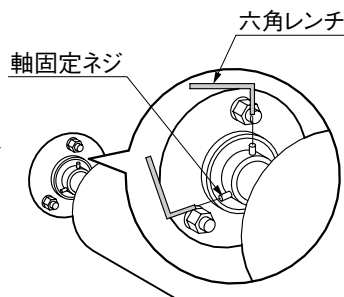

図3-5
- ⑥ 軸受けの「軸固定ネジ」を六角レンチを使用して締付けてください。（図3-5参照）